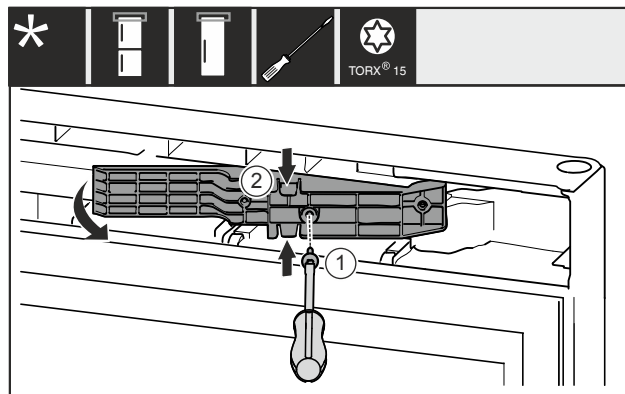

Fig. 16 \*
- ▶ Schroef Fig. 16 (1) verwijderen.\*
- ▶ Adapterstuk Fig. 16 (2) boven en onder iets samendrukken en eruit trekken.\*